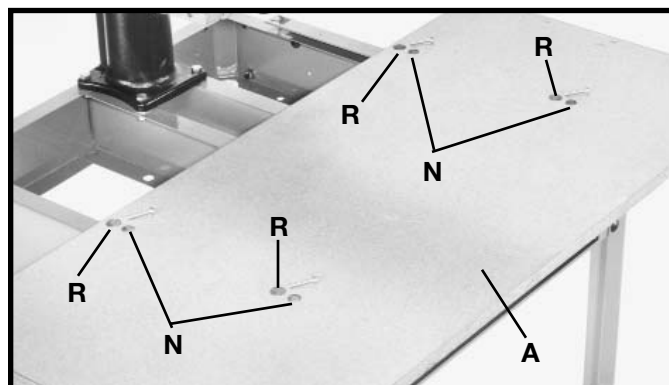

Fig. 21
6. Cuando los bordes derecho e izquierdo de la mesa sean equidistantes de los soportes de mesa, apriete los cuatro tornillos localizados en los agujeros (N) Fig. 21 en la tabla de mesa delantera (A).
7. Enrosque cuatro tornillos de cabeza móvil de 1/4-20 x 1-1/4 pulg. de largo (P) Fig. 21 dentro de las cuatro piezas de inserción roscadas en los agujeros (R) en la tabla de mesa delantera (A), hasta que la tabla de mesa se eleve aproximadamente 1/8 pulg. en cada esquina.